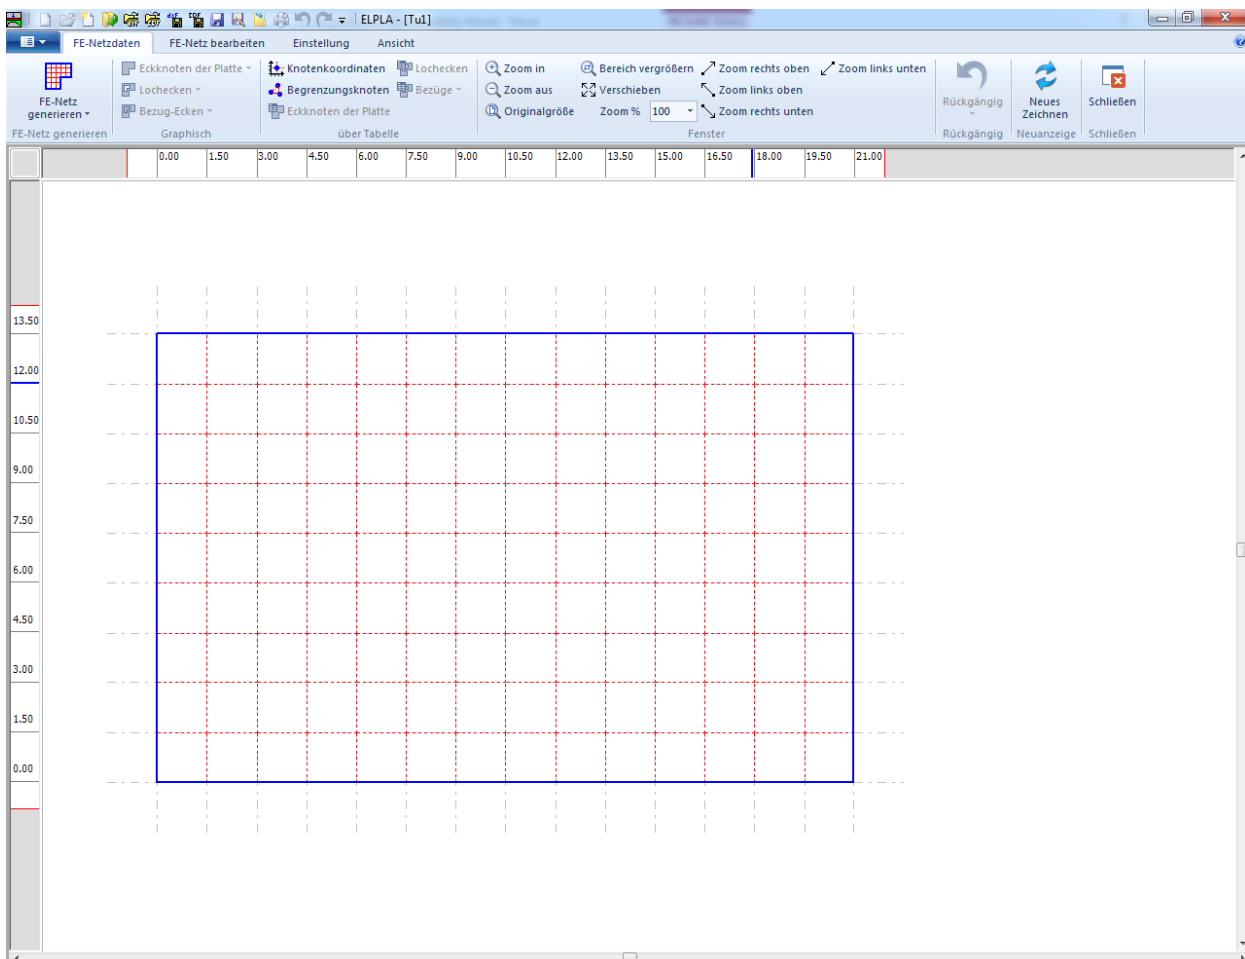
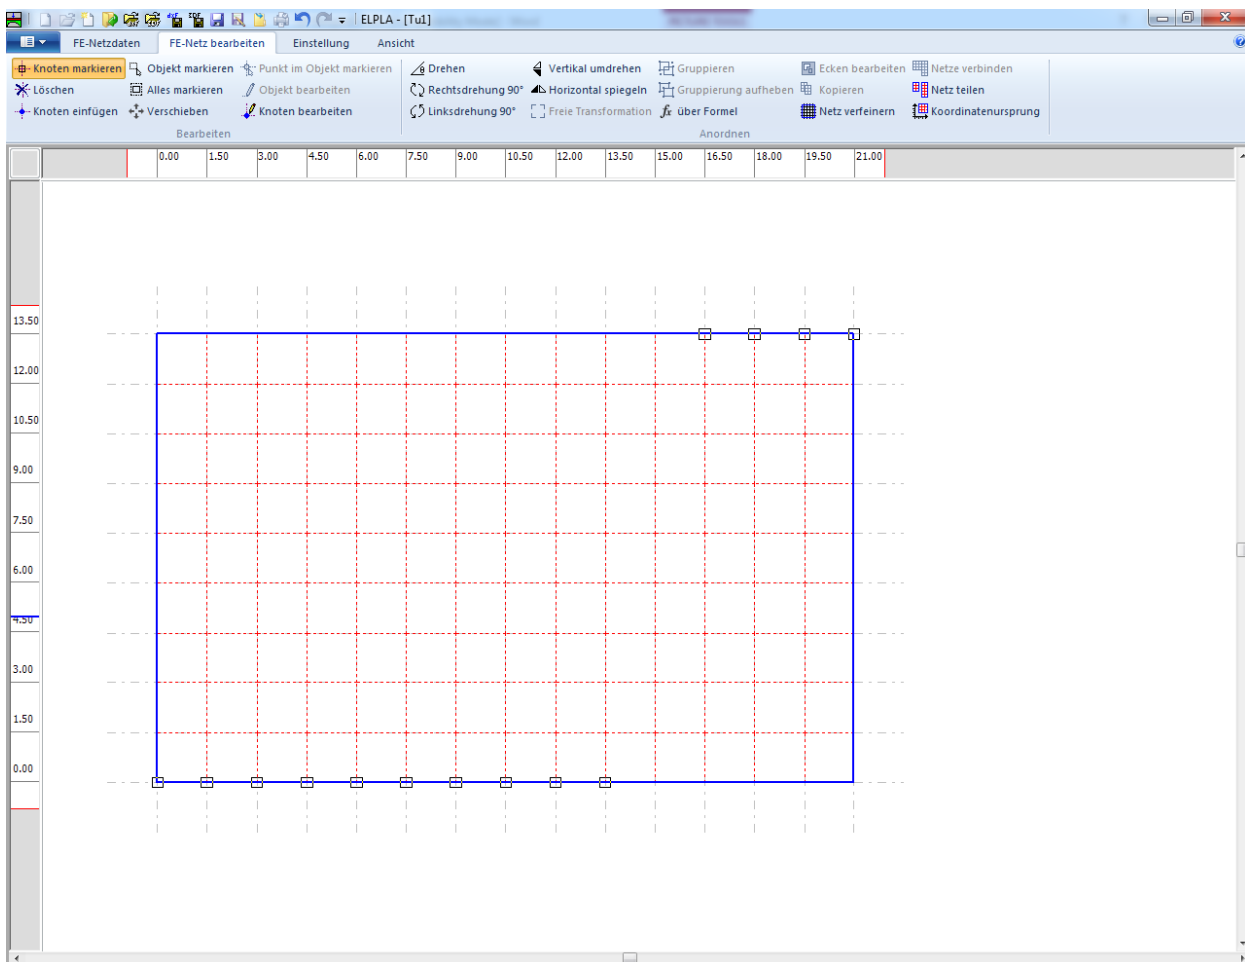

Bild 13.11 Generiertes FE-Netz auf dem Bildschirm
Bild 13.12 Generiertes FE-Netz nach dem Markieren der unnötigen Knoten
ELPLA generiert ein geeignetes FE-Netz für das Fundament von 21 [m] Länge und 13.5 [m] Breite. Das folgende Fenster im Bild 13.11 erscheint mit dem generierten Netz.
Um die unnötigen Knoten zu markieren, die entfernt werden sollen, wählen Sie den Befehl "Knoten markieren" aus dem "FE-Netz bearbeiten"-Menü (Bild 13.11). Wenn der Befehl "Knoten markieren" gewählt wird, ändert sich der Cursor von einem Pfeil zu einem Kreuz. In diesem Fall ist der Befehl "Löschen" im Menü "FE-Netz bearbeiten" aktiviert. Die gewünschten Knoten werden mit Klicks auf jeden Knoten individuell oder mit Markierung einer Gruppe von Knoten gewählt, wie im Bild 13.12 gezeigt. Eine Gruppe von Knoten kann gewählt werden mit Halten der linken Maustaste unten an der Ecke der Region und Schleifen der Maus, bis ein Rechteck die gewünschte Gruppe von Knoten umfasst. Nach Freigabe der linken Maustaste sind alle Knoten im Rechteck gewählt.
- Wählen Sie den Befehl "Speichern" aus dem "Datei"-Menü im Bild 13.11, um die Daten des FE-Netzes zu speichern
- Wählen Sie "Schließen" aus dem "Datei"-Menü im Bild 13.11, um das Fenster "FE-Netzdaten" zu schließen und zum Hauptfenster des Programms *ELPLA* zurückzukehren